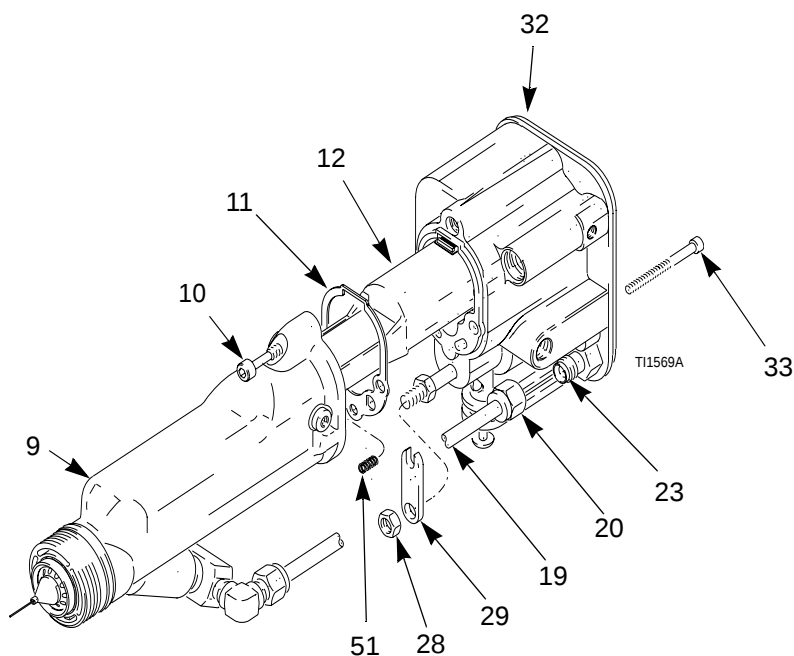

Fig. 30. Montering av pistolhus
1. Kontrollera att packningen (11) och jordningsfjädern (51) sitter på plats. Se till att lufthålen är rätt inpassade. Byt om det är skadat. Se Fig. 30.
2. Placera huset (9) över kraftaggregatet (12) och på pistolhuset (32).
4. Montera vätskeröret (19) i fästet/vätskekopplingen (23). Se till att ringarna (21, 22) sitter på plats. Dra åt muttern (20).
5. Montera och justera manöverarmen (29) och låsmuttern (28). Se sidan 39.
7. Montera pistolhöljet (2) och luftmunstycket, sidan 34.